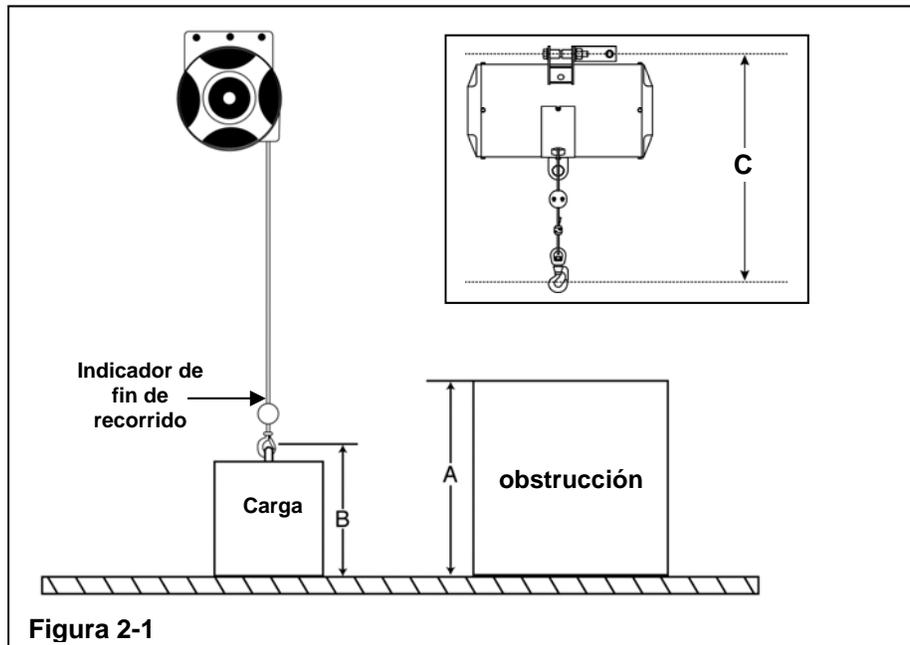

Figura 2-1
- Paso 1. Mida desde el punto de recogida hasta la obstrucción más alta para mover la pieza hasta el punto de liberación (consulte la Figura 2-1, A).
- Paso 2. Mida desde la parte inferior de la pieza o el soporte sujetador, el que sea el punto más bajo, hasta el punto de enganche del gancho. (Consulte la Figura 2-1, B).
- Paso 4. La altura mínima de instalación para el compensador en los orificios de montaje del carro del compensador es la suma de: la distancia "C" (consulte la Figura 2-1), la altura de obstrucción (consulte la Figura 2-1, A) y la altura de la pieza y el gancho (consulte la Figura 2-1, B).